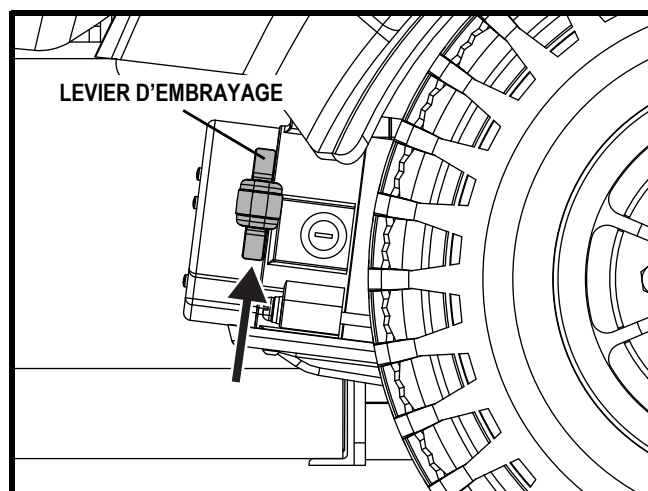

Figure 5. Mode de traction (émbrayé)
2. Tirez sur les deux leviers pour embrayer les moteurs et passer en mode de fonctionnement. Voir la figure 5.